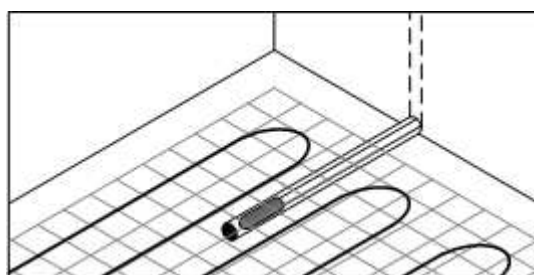

Abb. 5
**Bei der Verlegung der Matte überzeugen Sie sich davon, dass sich der Bodenfühler zwischen zwei Windungen des Heizkabels befindet. Er darf das Heizkabel nicht berühren oder kreuzen (s. Abb. 5).**